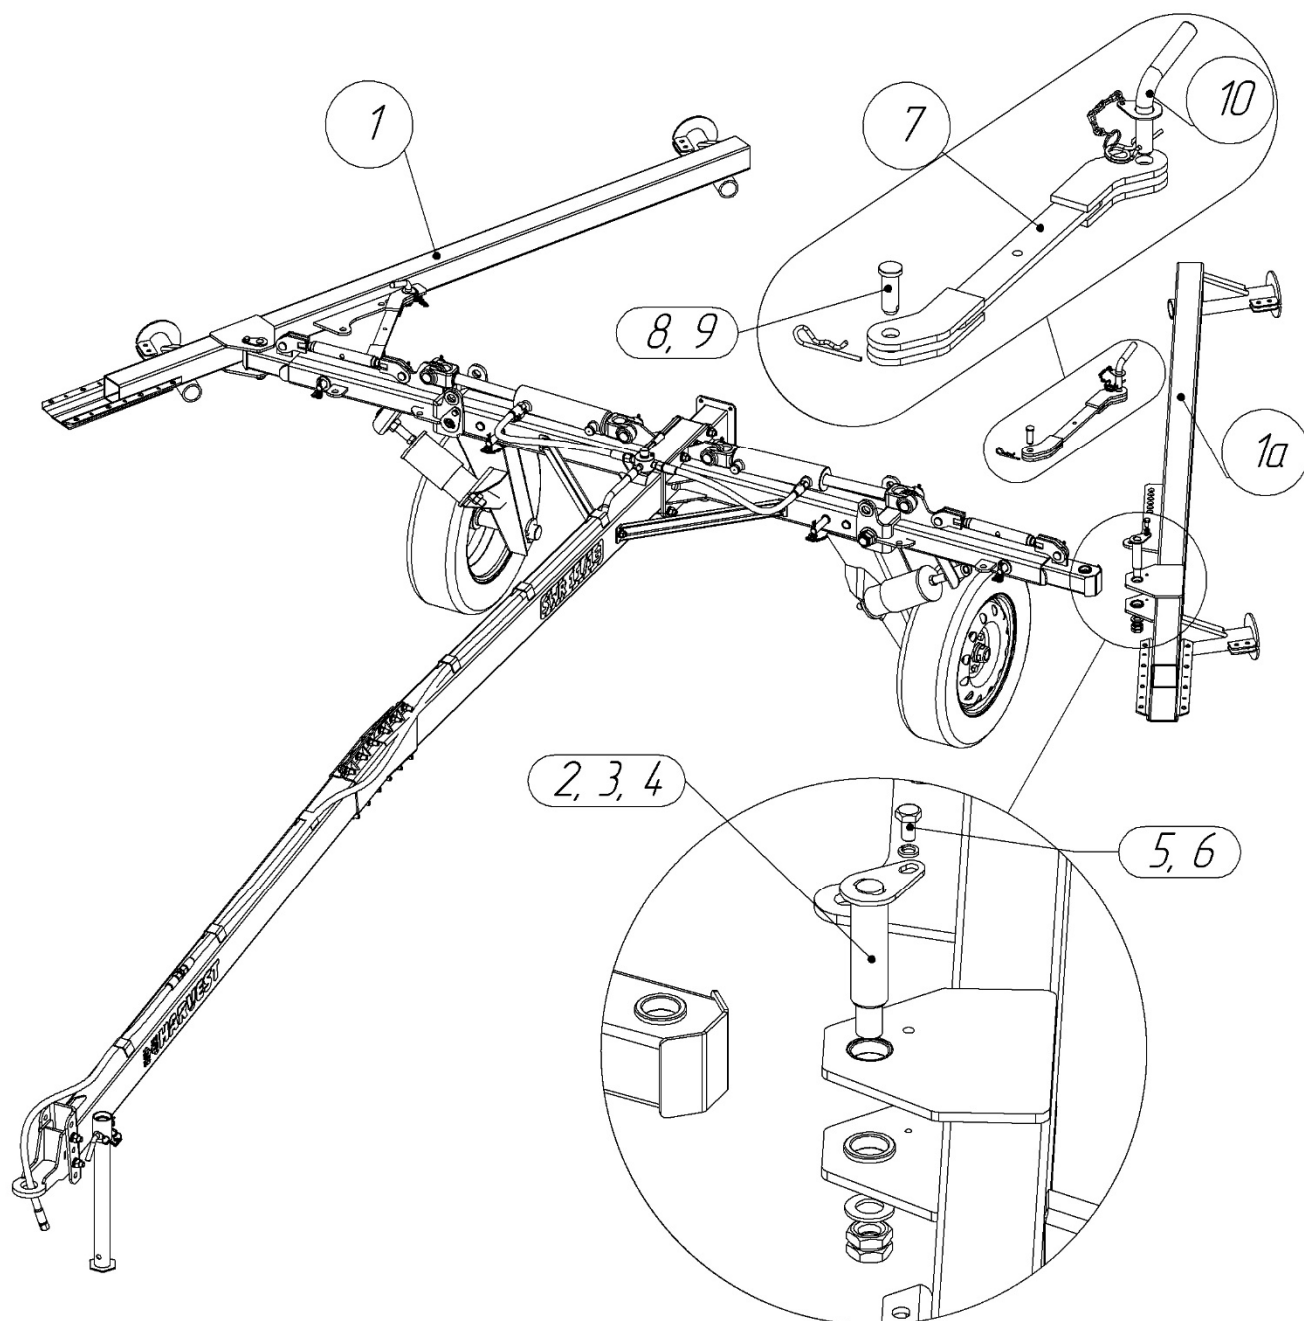

Рисунок 7 – Установка бруса навески
Установите брус навески [левый] (1а) на штангу выдвижную совместив отверстия (рисунок 7).
Зафиксируйте брус навески пальцем 28x125 резьбовым (2, 3, 4, 5, 6) (рисунок 7).
Установите тягу угла атаки (7) одной вилкой на кулак поворотный зафиксировав пальцем 18x50 (8, 9) и совместите отверстия второй вилки с отверстиями на бруске навески (левый) (1а) после чего зафиксируйте пальцем 18x50 с цепочкой (10) (рисунок 7).